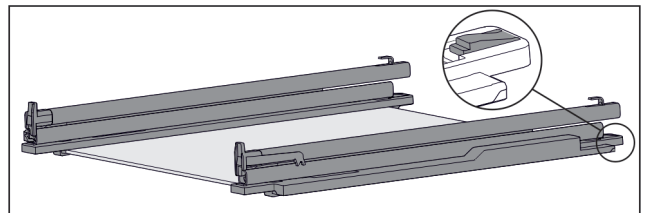

Fig. 125 Placa de vidrio con guías y piezas de sujeción
- ▶ Presione hacia abajo la pieza de sujeción por detrás (consulte Fig. 125) y, simultáneamente, deslice la guía hacia atrás.